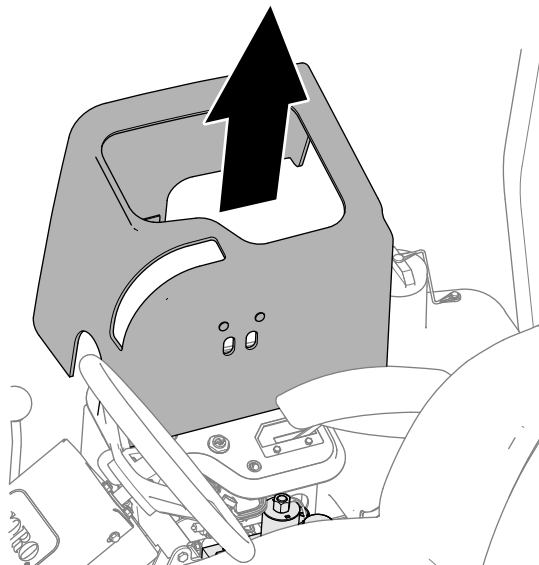

Figure 93
3. Soulevez le couvercle magnétique de la console (Figure 93) pour exposer le collecteur de la tondeuse.